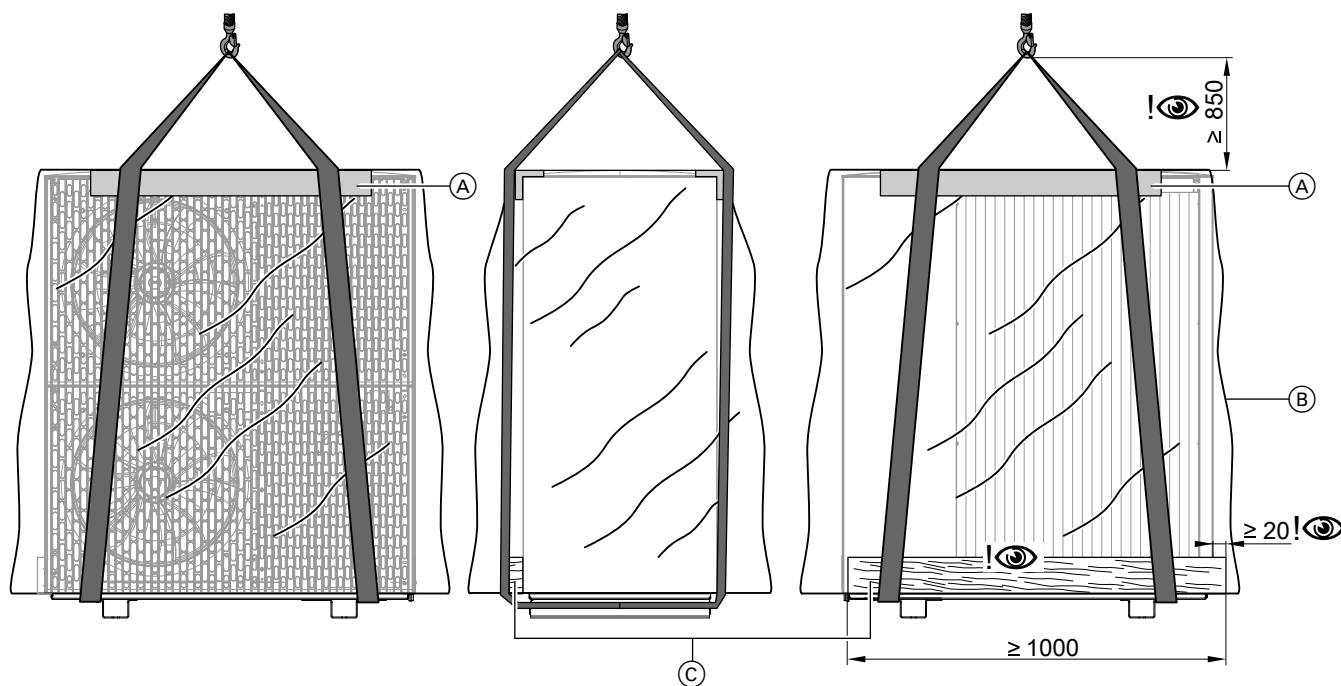

Abb. 11 Transport mit Kran am Beispiel der Außeneinheit mit 2 Ventilatoren
3. Kantenschutzwinkel bauseits an der vorderen und hinteren Oberkante der Außeneinheit anlegen. Gurtbänder fachgerecht um die Außeneinheit legen: Siehe Abb. 11.